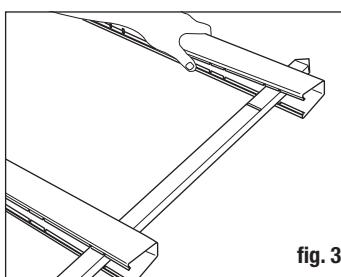

fig. 3
- Continúe empujando la estaca a través del pretil inferior en la estriación y orificio del segundo pretil (fig. 3). El segundo pretil se convierte en el pretil superior del ensamblado. Deténgase cuando la pestaña en el pretil inferior y la muesca de la estaca lleguen a alinearse. **NO DESLICE PRESIONANDO PARA QUE QUEDA EN SU LUGAR**.